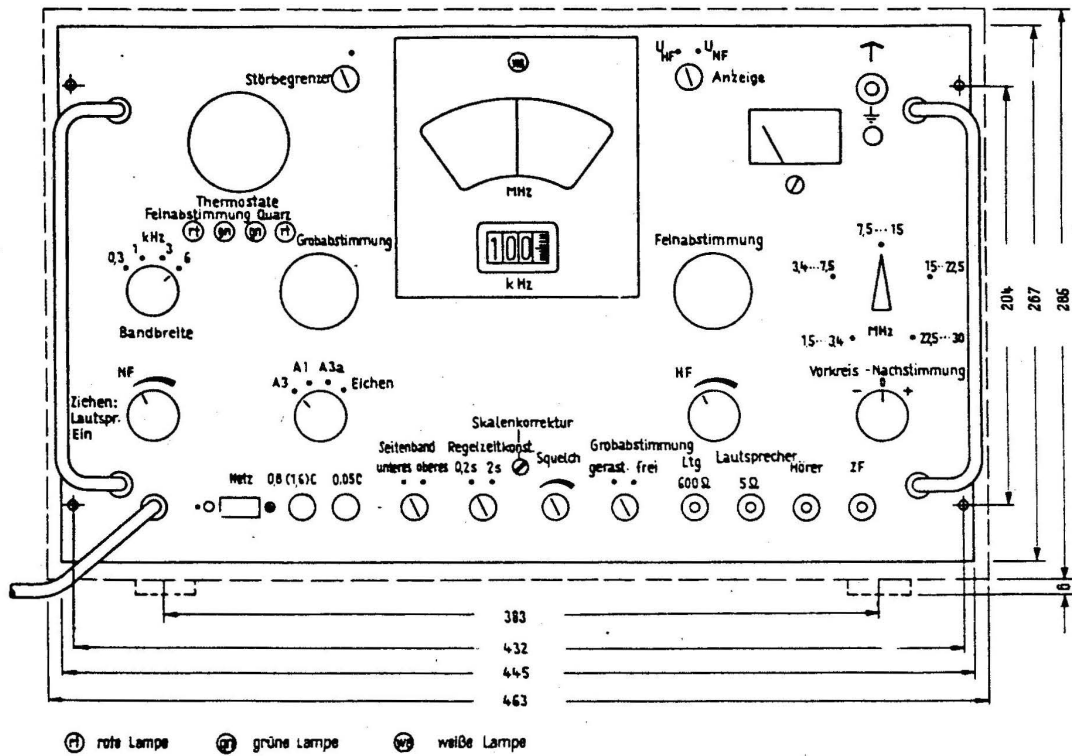

Bild 1 Frontplatte
I. VORBEREITENDE ARBEITEN (Bild 1)
II. INBETRIEBNEHMEN (Bild 1)